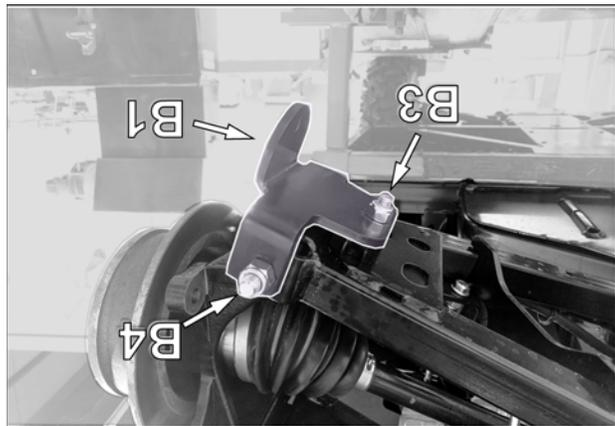

Fig. 4
4. Placer l'ancrage de suspension (B1) sous le bras de suspension et insérer le nouveau boulon M12x170mm (B4) à l'ancrage de suspension et à la fixation du moyeu de roue. Voir la Fig. 4